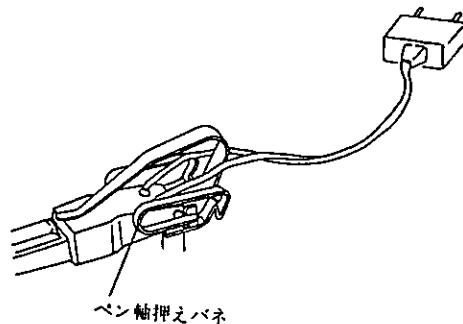

図 5-3
(2) セットするとき
- リード線を図 5-3 のようにペン押えバネの両側に通し、ペン軸をペンホルダ V 構に入れます。このときペン軸とペンホルダにゆるみのないよう固定してください。ゆるいと記録波形がひずみます。次に